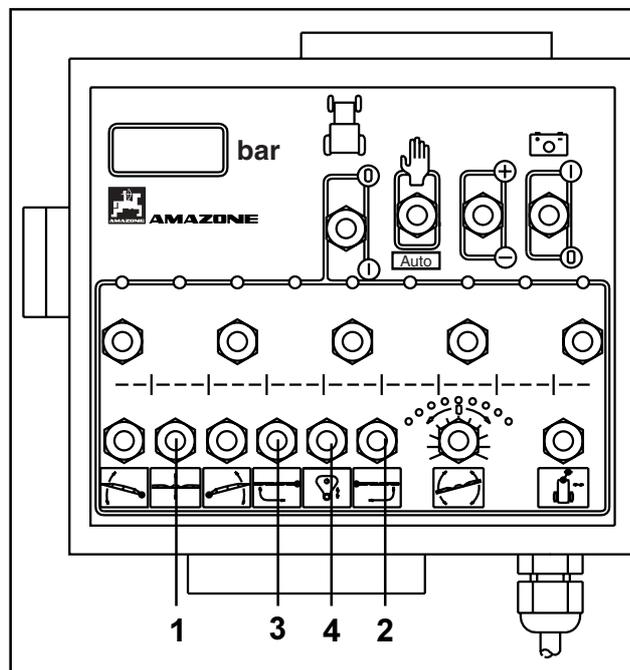

Fig. 8.13-16
- En actionnant l'interrupteur (fig. 8.13-16/1) correspondant à la fonction montée/descente hydraulique, montez la rampe à mi-hauteur.
- Actionnez l'interrupteur (fig. 8.13-16/1) pour régler la hauteur de travail souhaitée de la rampe.